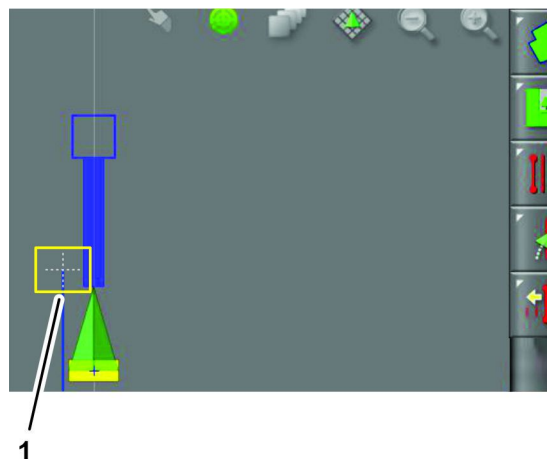

図 201
3. 境界オフセット設定ボックスの中で、承認アイコンを押す 図 201。
注 ディスプレイ上で記録位置がオフセットされる 図 201。